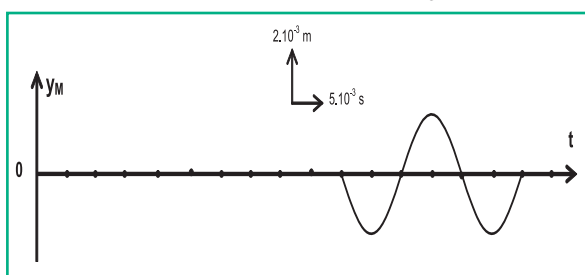

Fig.2
**c**-Déduire de la figure 2, la sinusoïde traduisant l'évolution de l'élongation verticale  $y_0(t)$  du point O ; puis s'y appuyer pour établir l'expression de  $y_0(t)$ .